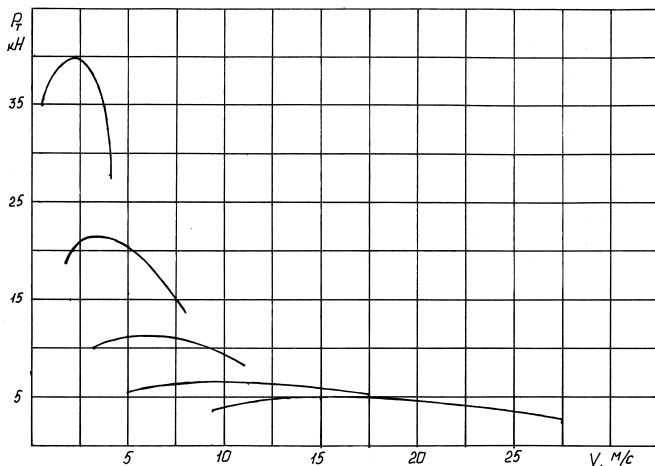

Рисунок 1. Тяговая характеристика автомобиля
1. Используя тяговую характеристику автомобиля (рис.1), определить частоту вращения коленчатого вала и мощность двигателя. Крутящий момент двигателя 350 Н·м, передаточные числа главной передачи и коробки передач соответственно равны 6,45 и 2,3, размер шин 8,25-20, КПД трансмиссии 0,84.